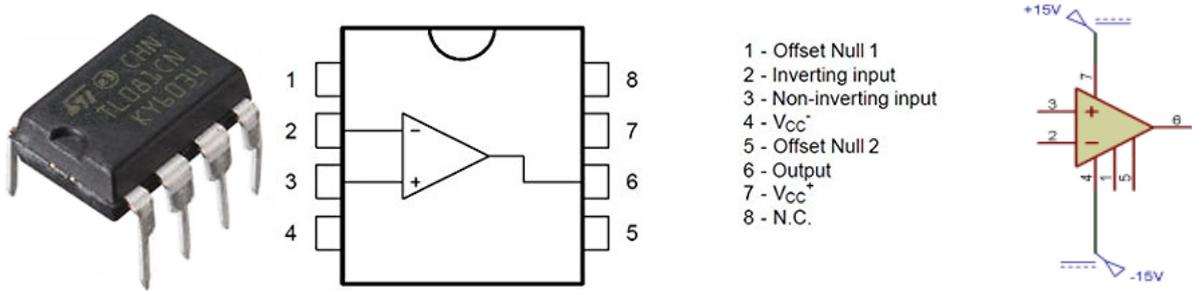

Figure 2 : Amplificateur opérationnel TL081 en boîtier DIP 8 et représentation de son brochage
- L'amplificateur opérationnel : TL081 (Figure 2),